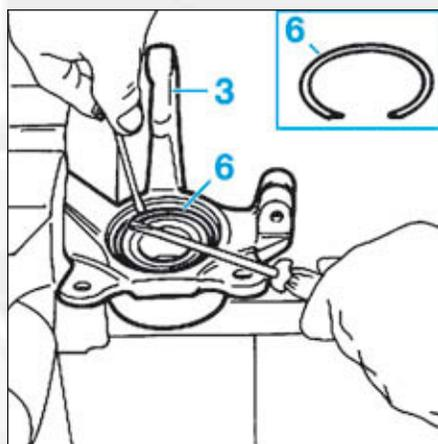

FIG.19
- Positionner le pivot (3) dans un étau équipé de mordaches (Fig.19).
- Retirer le circlip (6) de maintien du roulement.